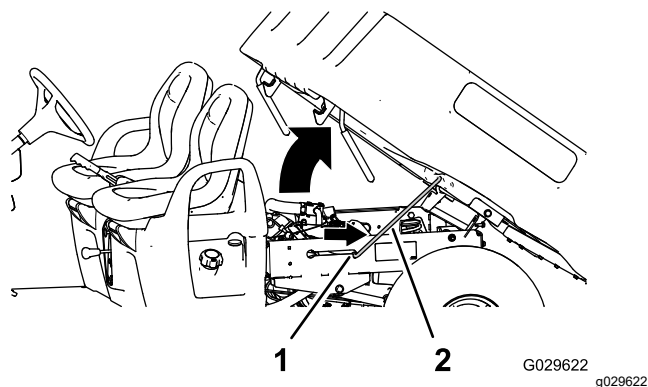

Bild 2
5. Ziehen Sie die Stützstange in die Arretierung, um die Ladepritsche zu befestigen (Bild 2).